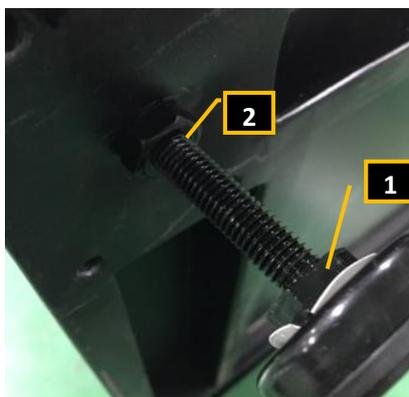

Abbildung 9: Montieren der Standfüße und Aufstellen des Gehäuses
2. Befestigen Sie mit dem Schraubenschlüssel die Schraube "1" (markiert mit Nummer 1 in Abbildung 9);
3. Drehen Sie die Schraube "2" an das Gehäuse (wie abgebildet in Abbildung 9);